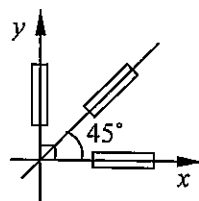

图 17
- 5 在直角应变花的情况下(图 17), 试证明主应变的数值及方向可用下公式计算:(10 分)